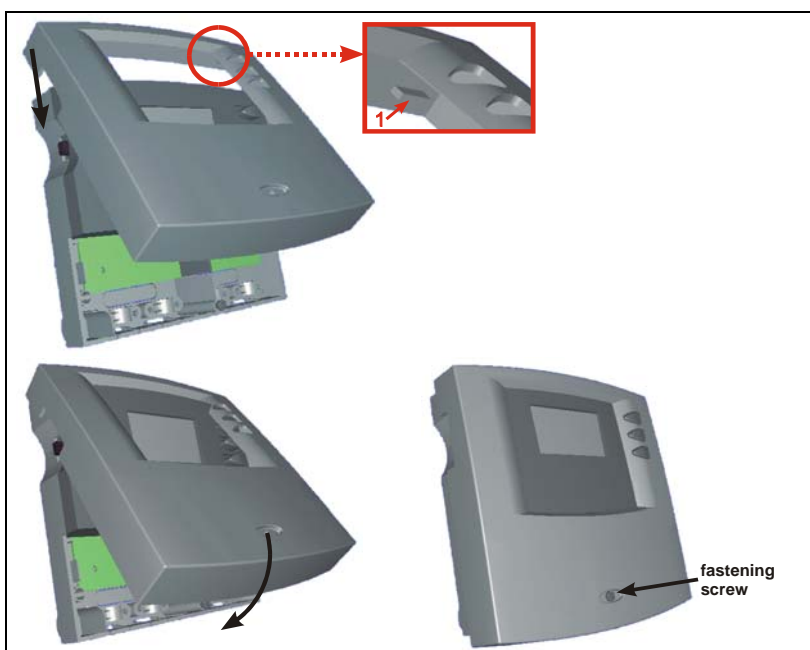

Fig. 5: Stängning av toppkåpan
Toppkåpan sitter säkrad med 2 piggar (fig. 5, pos. 1) i överkant på toppkåpan, och en skruv på lockets framsida. Stäng automatiken genom att toppkåpan sätts dit med en nedåtvridande rörelse på automatikhuset, se figur 5. Kåpans piggar måste gå i automatikhusets "gångjärn". När toppkåpan nu fälls ner så ska tryckknapparna passa in i toppkåpans knapphål. Skruven på framsidan av toppkåpan dras fast för att säkra enheten.